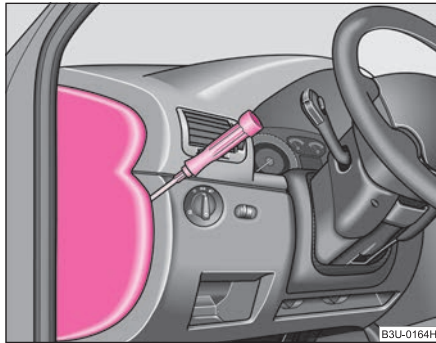

Fig. 197 Tabloul de bord, partea stângă: Capacul suportului de siguranțe
- Capacul suportului de siguranțe se îndepărtează cu ajutorul unei șurubelnițe ⇒ fig. 197.